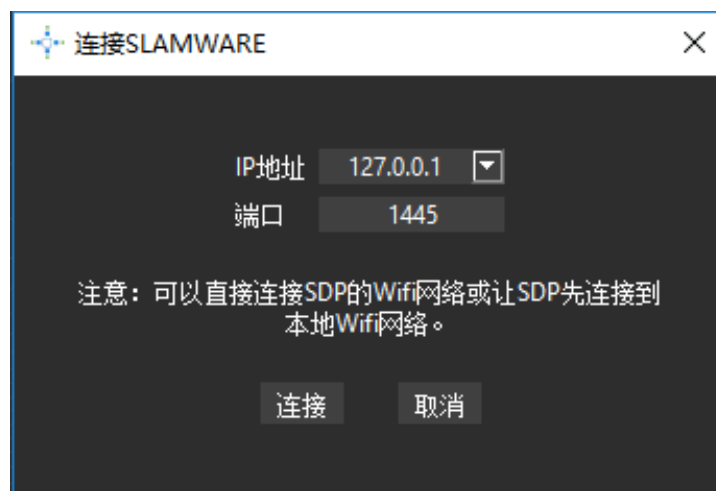

图 2.2.3 连接机器人对话框
2. 右键单击机器人列表空白处，在弹出的菜单中点击“手动连接机器人”，弹出连接机器人对话框（如图 2.2.3 所示），输入机器人的 IP 地址和端口号并点击连接按钮即可进行连接。